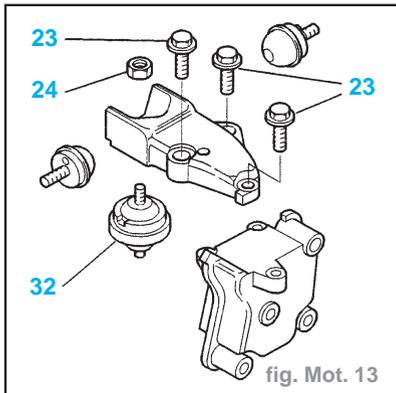

fig. Mot. 13
(23) fixation support moteur droit (fig. Mot. 13).....	4,5
(24) fixation du support moteur droit sur cale élastique.....	4,5